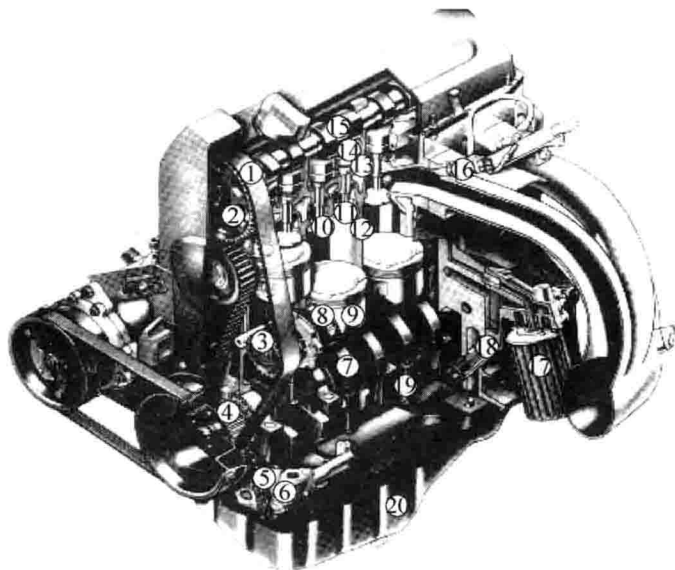

图 1-20 桑塔纳 2000GSi 轿车发动机剖视图
- (1) 旋松正时齿形带护罩 1(图 1-1)的固定螺钉,拆卸正时齿形带护罩,观察凸轮轴正时齿轮带轮 2(图 1-20)的记号,以备以后正确安装。
- (1) 按图 1-23 数字所示的顺序从外到内拆下气缸盖 13(图 1-20)的固定螺钉,抬下气缸盖。
- (2) 取下气缸垫, 注意气缸垫的安装朝向。
- (3) 旋松油底壳的放油螺钉, 放出油底壳内机油。
- (4) 翻转发动机, 拆卸油底壳固定螺钉(注意螺钉也应从两端向中间旋松)。拆下油底壳和油底壳密封垫。
- (5) 旋松机油粗滤清器固定螺钉, 拆卸机油滤清器、机油泵链轮和机油泵 6(图 1-20)。